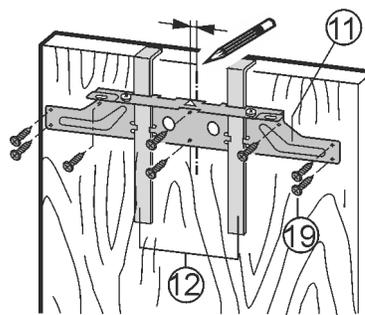

Fig. 22
- Aligner la traverse de fixation Fig. 22 (11) sur le milieu de la porte.
- Bourrelet à gauche : Déplacer la traverse de fixation Fig. 22 (11) 6 mm (0.24 in) à gauche.
- Bourrelet à droite : Déplacer la traverse de fixation Fig. 22 (11) 6 mm (0.24 in) à droite.